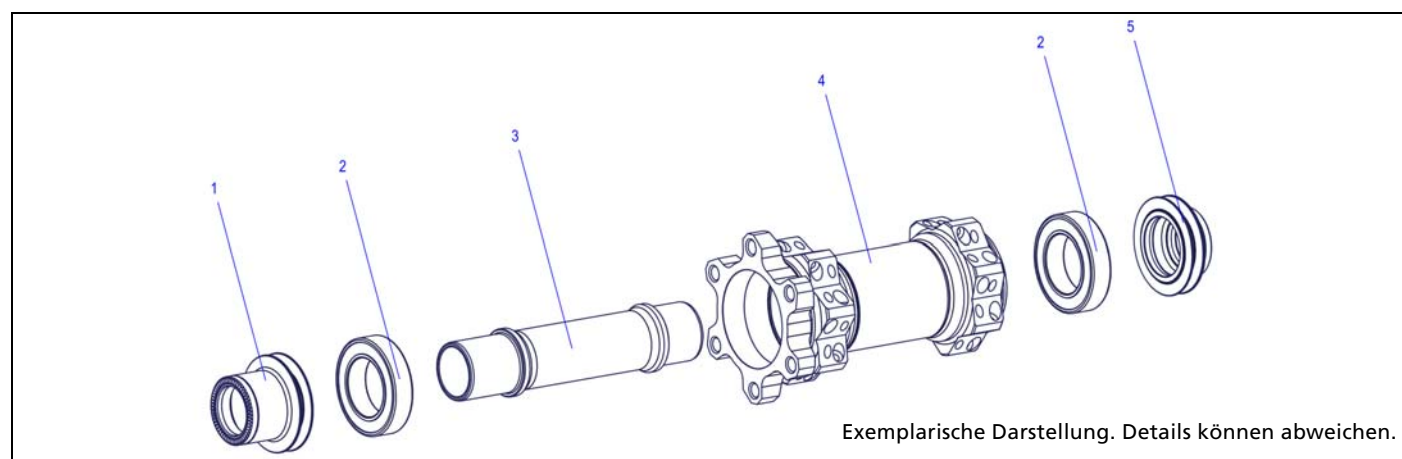

Abbildung 4.1: 180, 240 Vorderradnabe
1. Einen der beiden Endanschläge (Abb.4.1/1, 5) in einen Schraubstock einspannen.
1. Demontagewerkzeug auf die Achse (Abb.4.1/3) schieben.
2. Kugellager (Abb.4.1/2) mit Hilfe des Demontagewerkzeugs und eines Kunststoffhammers aus dem Gehäuse schlagen.
5. Zweites Kugellager (Abb.4.1/2) mit Hilfe des Demontagewerkzeugs und einem Hammer aus dem Nabengehäuse herausschlagen.
3. Achse (Abb.4.1/3) auf die Montagehülse aufstecken.
5. Leicht gefettetes Kugellager (Abb.4.1/2) mit der farbigen Seite nach aussen auf der Disc-Seite auf die Achse aufschieben.
10. Leicht gefettetes Kugellager (Abb.4.1/2) mit der farbigen Seite nach aussen auf die Achse gegenüber der Bremsseite auflegen.
- 1.** Freiliegende Kugellager und Innenseite beider Endanschläge (Abb.4.1/1, 5) fetten.
- 2.** Beide Endanschläge (Abb.4.1/1, 5) aufstecken und von Hand eindrücken.